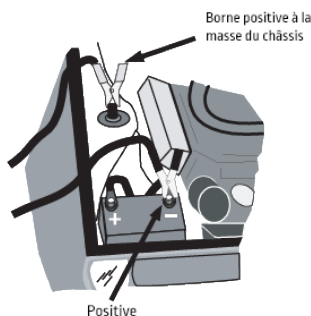
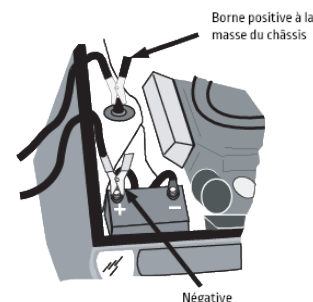

Figure 1
Figure 2
4. Déterminez quelle borne de la batterie est mise à la terre (connectée) au châssis. Si la borne négative est à la masse au châssis (comme dans la plupart des véhicules), voir la figure 1 et l'instruction 5a. Si la borne positive est mise à la terre sur le châssis, voir la figure 2 et l'instruction 5b.